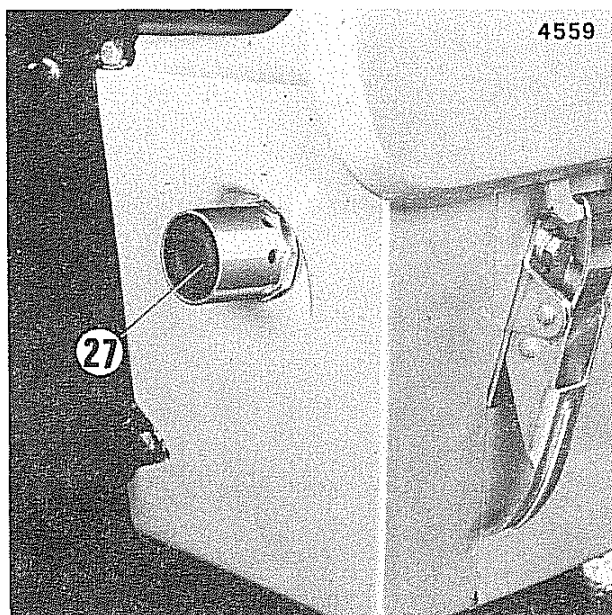

Fig. 21 - Comando termoavviatore
Per l'avviamento in climi particolarmente rigidi è applicato alla trattrice mod. 834 un termoavviatore a candeletta comandato dal pulsante **27** (fig. 21). Usare il termoavviatore solo con temperature inferiori a 0 °C, che possono rendere difficile il normale avviamento; per l'uso corretto procedere nel seguente modo:
- Premere il pulsante **27** (fig. 21) del dispositivo per un periodo di circa 30-40 secondi.